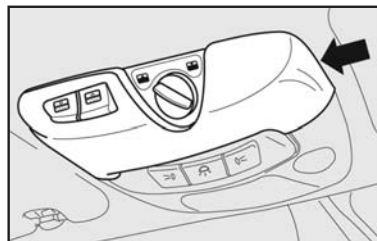

fig. 31
- Apertar lateralmente na capa de plástico como indicado pela **seta-fig. 31**.